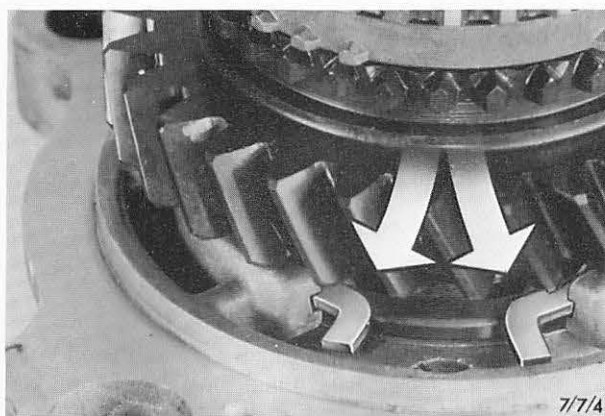

Abb. 92 Sicherungsring – Hauptwellenlager ausbauen
19. Sicherungsring – Hauptwellenlager aus der Nut in der Getriebeverlängerung ausbauen. Abb. 92. Hauptwelle aus der Verlängerung mit einem Kupferhammer heraustreiben.